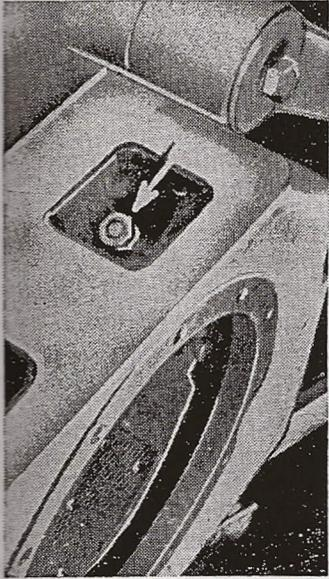

Fig. 95
4. Desserrer le frein à main, déposer du carter du pont arrière la tôle de protection du ruban de frein à main et desserrer les deux écrous de la vis de réglage (fig. 95).